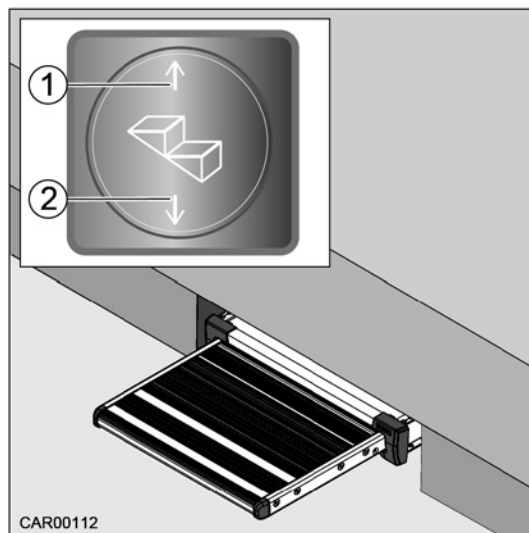

Fig. 9 Marche-pied slide-out
Un signal sonore est audible et le marche-pied peut être rentré en appuyant sur l'interrupteur « Rentrer marche-pied » (Fig. 9/1).
L'interrupteur (Fig. 9/1) se trouve sur la crédence du côté gauche du véhicule.
1. Appuyer sur l'interrupteur à bascule (Fig. 9/2) et le marche-pied sort complètement.
1. Appuyer sur l'interrupteur à bascule (Fig. 9/1) et le marche-pied rentre complètement.